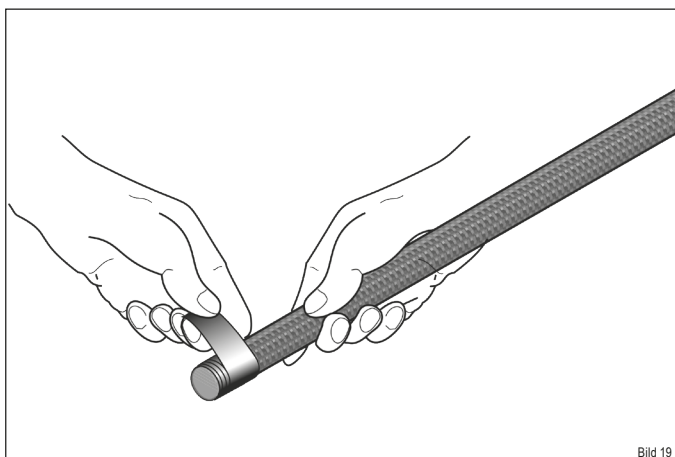
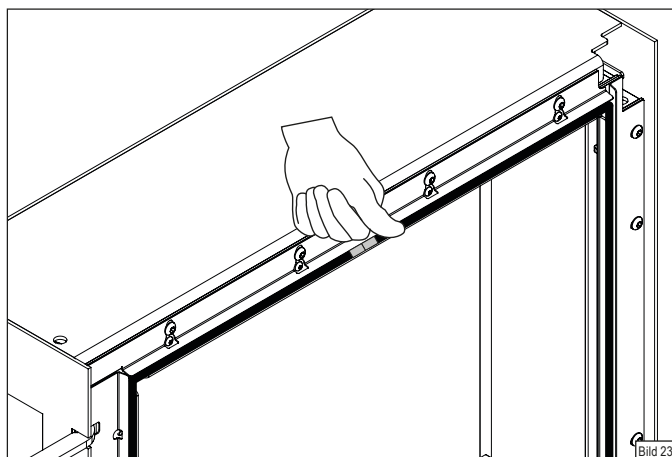

Bild 19
Bild 23
- ▶ Umwickeln Sie die neue Dichtung mit dem Kupferband an einer Seite mit ca. 3 cm Länge (Bild 19).
- ▶ Umwickeln Sie das Ende auch mit Kupferband (Bild 19) und drücken Sie die Dichtung in die Führung rein (Bild 23)